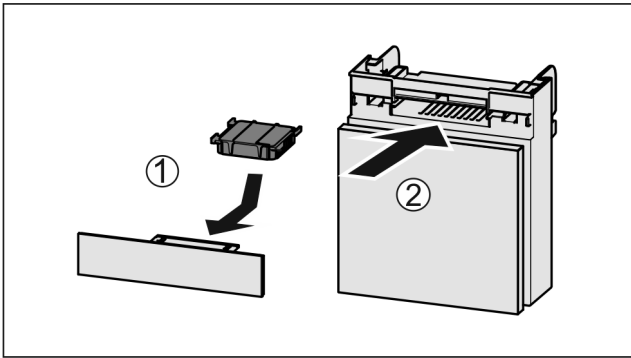

Fig. 109
- ▶ Vložte aktívny uhlíkový filter podľa obrázka Fig. 109 (1).
- ▶ Zasuňte zásuvku Fig. 109 (2).